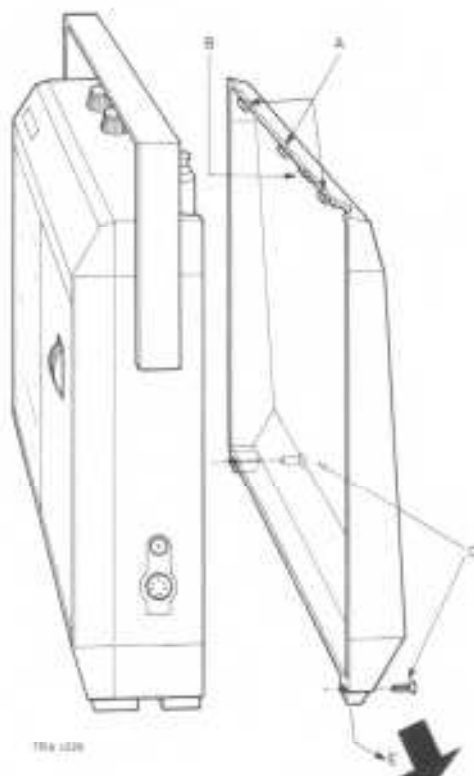

Fig. 1
1. Removal of the rear panel (see Fig. 1)
1. Verwijderen van de achterwand (Zie Fig. 1)
1. Entfernen der Rückwand (siehe Abb. 1)
1. Rimozione del pannello posteriore (vedi fig. 1)
1. Retrait du panneau arrière (voir fig. 1)